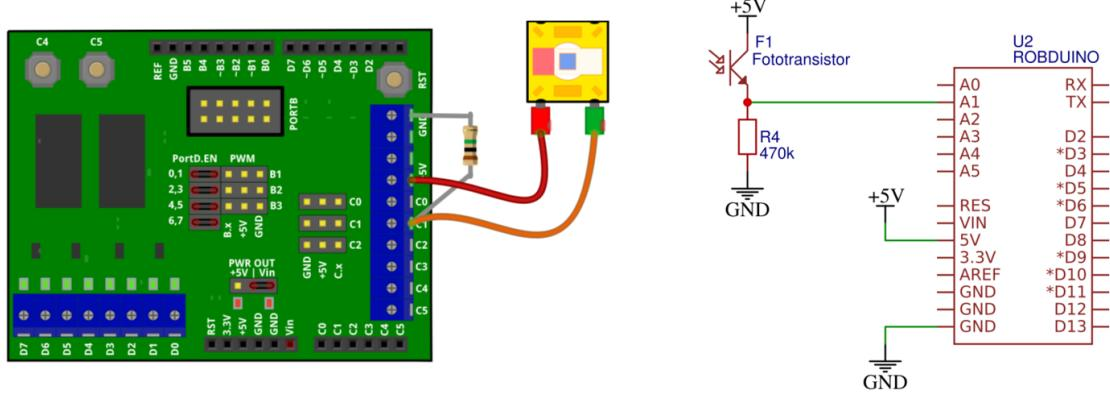

Figure 5.6: Priključitev foto-tranzistorja kot svetlobni senzor.
- Priključite foto-tranzistor v delilnik napetosti z uporom, kot prikazuje fig. 5.6.